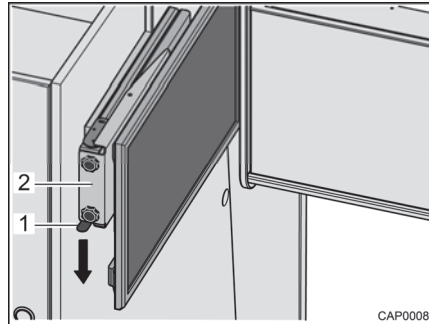

Fig. 57 Dispositivo de extracción con pantalla plana
- Presionar el resorte de cierre (Fig. 57,1) hacia abajo y extraer el dispositivo de extracción (Fig. 57,2) con pantalla plana horizontalmente hacia el centro del vehículo.
- Empujar el dispositivo de extracción (Fig. 57,2) con pantalla plana horizontalmente hasta el tope. El resorte de cierre (Fig. 57,1) engatillará audiblemente.